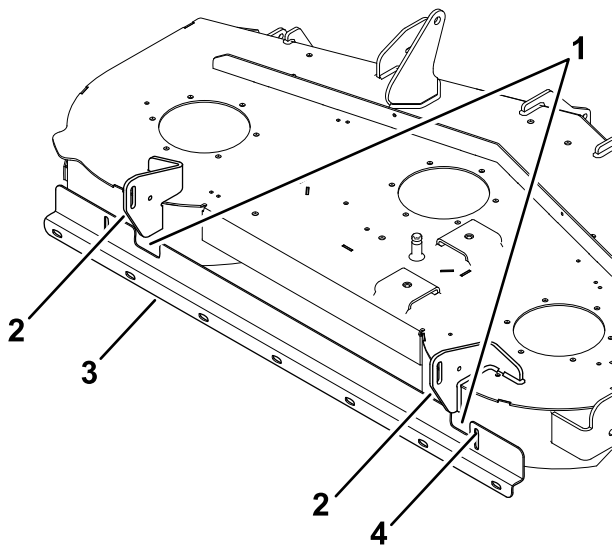

Figure 2
- En vous servant du support comme gabarit, marquez et percez un trou dans la courbe du déflecteur droit avec un foret (9/32"), comme montré à la Figure 2.